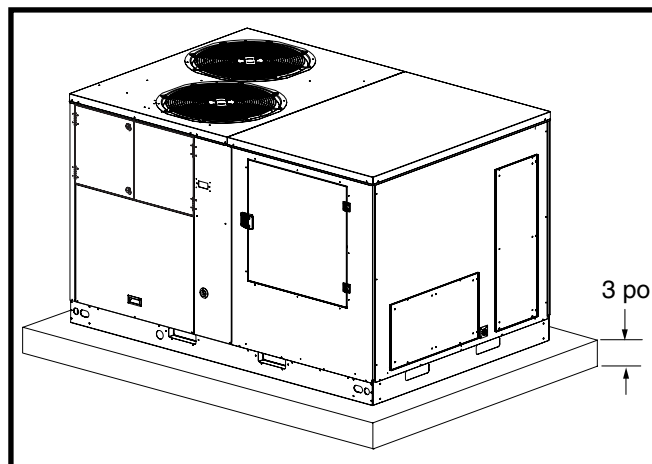

Figure 6. Coussin de montage
- Une dalle de montage (Figure 6) doit être installée et séparée de la fondation de l'édifice. La dalle doit être de niveau pour assurer une évacuation adéquate de la condensation et assez résistante pour supporter le poids de l'appareil. La dalle doit être à au moins 8 cm au-dessus du sol et offrir un drainage adéquat.